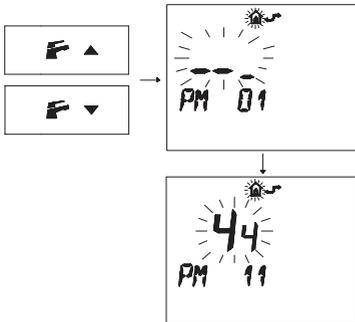

Figura 5.49
- Pulse los botones o para acceder al ajuste "PM11" de postcirculación de la bomba (Figura 5.49).